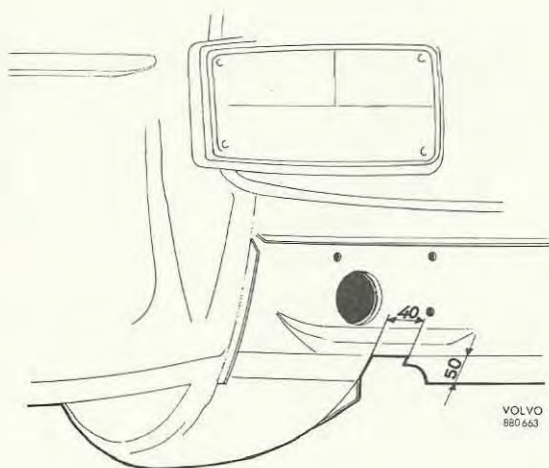

Bild 1. Upptagning i bakstycke
2. Lossa bakre upphängningen för avgasröret. Såga upp undre bakstycket på båda sidor enligt bild 1. Utgå från nederkanten och reservhjulsbaljans inre kant. Skrapa bort underredsmassan för stödjárnens kontaktytor.